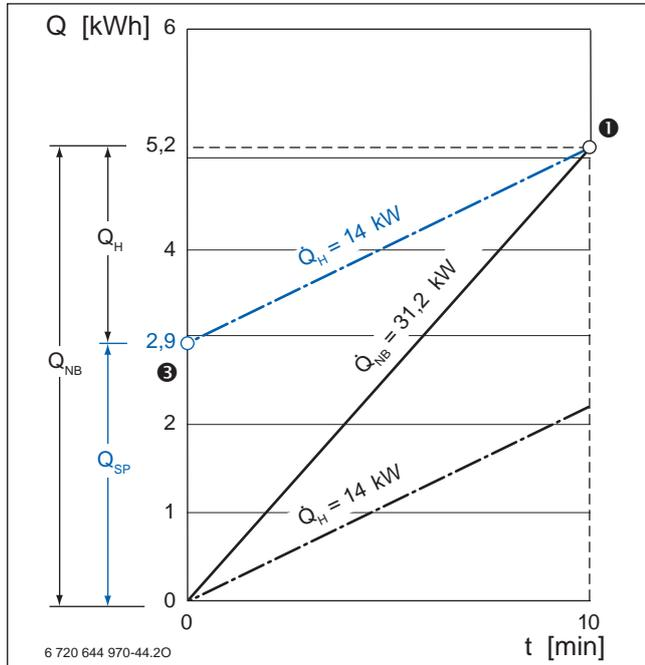

Bild 52 Ermittlung der theoretischen Speicherkapazität bei gegebener Wärmeleistung
Im Wärmeschaubild ist die Heizlinie $\dot{Q}_H = 14 \text{ kW}$ parallel so zu verschieben, dass sie auf den Bedarfspunkt ❶ trifft (→ Bild 52). Am Schnittpunkt ❷ mit der Ordinatenachse ist die theoretische Speicherkapazität $Q_{Sp} = 2,9 \text{ kWh}$ ablesbar. Aus der theoretischen Speicherkapazität lässt sich der entsprechende Speicherinhalt ermitteln.
Das Wärmeschaubild (\rightarrow Bild 52, Seite 77) setzt voraus, dass die Entnahme der 83 Liter aus dem Speicher und die Durchlauf-Wassererwärmung der 67 Liter durch $\dot{Q}_H = 14 \text{ kW}$ gleichzeitig ablaufen.